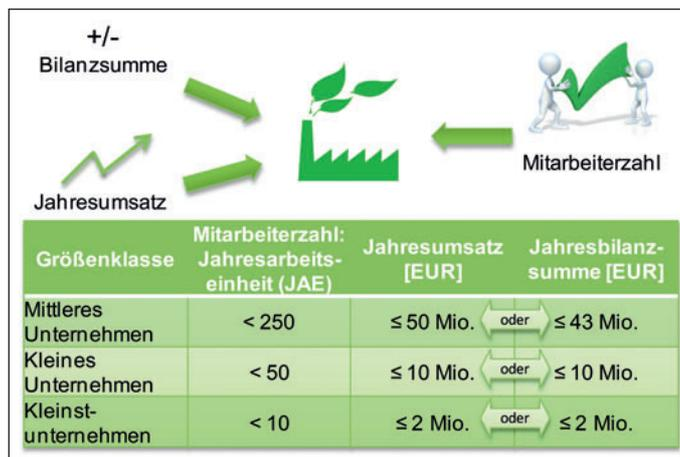

Abb. 2: Einteilung energieverbrauchender Unternehmen gemäß § 9 EEffG [4]
Unternehmen, die unter § 9 EEffG fallen (siehe Abb. 2 zur Einteilung), mussten bis spätestens 31. Jänner 2015 eine Erklärung abgeben, ob sie ein zertifiziertes Managementsystem eingeführt haben bzw. einführen werden. Daraus ergibt sich bis spätestens 30. November 2015 die Meldung der Durchführung eines Energieaudits (EA) oder der vollständigen Implementierung eines zertifizierten Energiemanagementsystems (EMS). In Österreich ist daher zumindest alle vier Jahre ein externes Energieaudit durchzuführen, oder ein zertifiziertes Energie- oder Umweltmanagement mit einem internen oder externen Energieaudit ab dem 1. Jänner 2015 einzuführen.